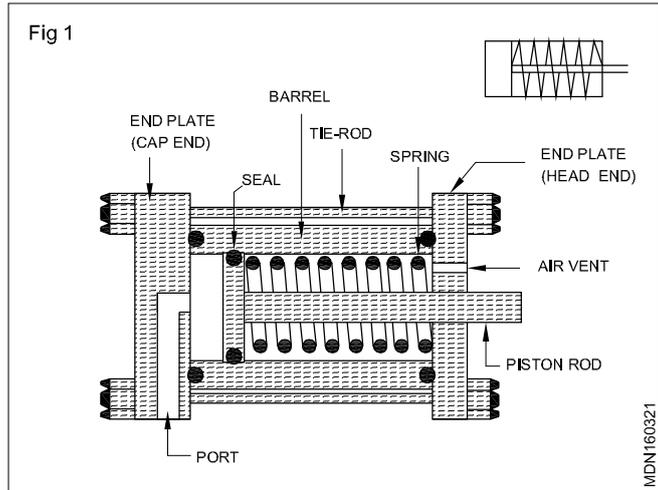

Fig 1 एकल एक्टिंग सिलिंडर का क्रॉस अनुभागीय दृश्य को दिखाता हुआ एक योजनाबद्ध आरेख।
Fig 1 में तेल के निश्चित मात्रा और एक पिस्टन के साथ एक सिलेंडर कक्ष दर्शाया गया है। पिस्टन के द्वारा तेल में बल लगाया जाता है। जब तेल पर बल लगाया जाता है तब जब दाब (तेल का) लगाए गए बल के सामानुपाती तथा पिस्टन क्षेत्र के व्युत्क्रमानुपाती बढ़ता है इसलिए दाब को एक ईकाई क्षेत्र पर लगे बल के बराबर होता है।
Fig 1 स्केमेटिक डायग्राम की योजनावद्ध आरेख में, एक विशिष्ट हाइड्रोलिक प्रणाली दर्शाया गया है। यह प्रणाली एक बंद प्रणाली है जिसमें पावर पैक, कंट्रोल वाल्व और प्रवर्तक है। हाइड्रोलिक पावर पैक में होते हैं हाइड्रोलिक पावर पैक में होते हैं हाइड्रोलिक पंप जो इंजन के साथ कपल हुआ है, रिजर्वायर तेल से भरा है, और एक प्रेशर रिलीफ वाल्व बंद प्रणाली में तेल को पंप करते हैं। उसमें उच्च दबाव उत्पन्न होता है। जब पंप प्रवाह कुछ विरोध का सामना करना पड़ता है इसलिए पंप का प्राइम मुवर जो यांत्रिक ऊर्जा प्रदान करती है। उसे हाइड्रोलिक ऊर्जा में बदलती है। तेल माध्यम द्वारा ऊर्जा हाइड्रोलिक प्रवर्तक को संचारित किया जाता है। हाइड्रोलिक प्रवर्तक जैसे सिलेंडर का उपयोग करके हाइड्रोस्टैटिक ऊर्जा को रूपांतरण करके फिर वापस मैकेनिकल ऊर्जा में बदल देती है। हाइड्रोलिक वाल्व को उपयोग करके दिशा और दबाव को प्रवर्तक का गति को नियंत्रित करता है। प्रेशर रिलीफ वाल्व प्रणाली में सीमित करने के लिए प्रयोग किया जाता है।
Figure 1 में एकल कार्य सिलिंडर का संकुच अनुभागीय क्षेत्र दिखाया गया है उसमें बरल, पिस्टन और छड़ असेम्बली, स्प्रिंग अंत केप, सीलस का एक जोड़ा, और पोर्ट होते हैं। बरल के अंदर वह कस के रहता है और स्प्रिंग द्वारा पक्षपाती है। उसकी केप अंत पोर्ट के साथ कसा हुआ है ताकि वह प्रणाली तेल की अनुमति या राहत देने के लिए। पोर्ट के माध्यम से एक हाइड्रोलिक दबाव के अनुप्रयोगों एक ही दिशा में पिस्टन और छड़ असेम्बली चाल काम कर स्ट्रोक प्रदान करते हैं। विपरीत दिशा में पिस्टन और छड़ असेम्बली घूमती है।
एक मूलभूत वायुचालित प्रणाली के मुख्य ब्लॉक है (1) शक्ति स्रोत, (2) नियंत्रण वाल्व और (3) प्रवर्तक। एक प्ररूपी वायुचालित प्रणाली को (figure 1) में उनकी घटकों की संख्या के साथ दर्शाया गया है शक्ति स्रोत, संपीडक, रिसेवर टैंक, FRL आदि इस प्रणाली के भाग हैं।